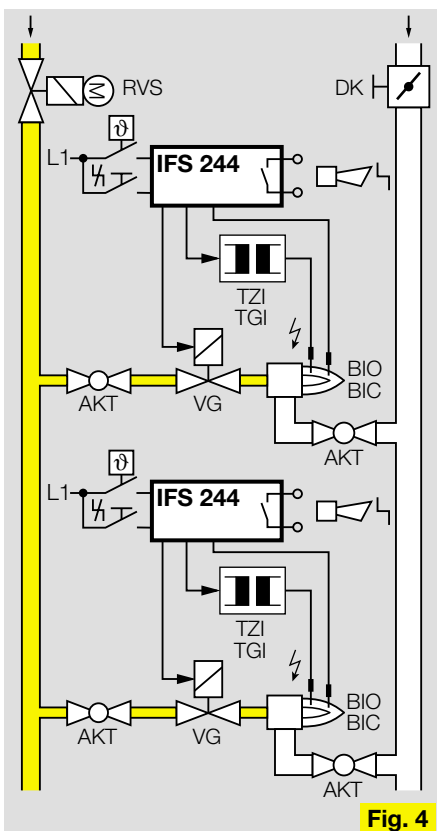

Fig. 4
- Fig. 4 Brenner mit Zwangsluft
- Fig. 4 Burner with forced air
- Fig. 4 Brûleur à air soufflé